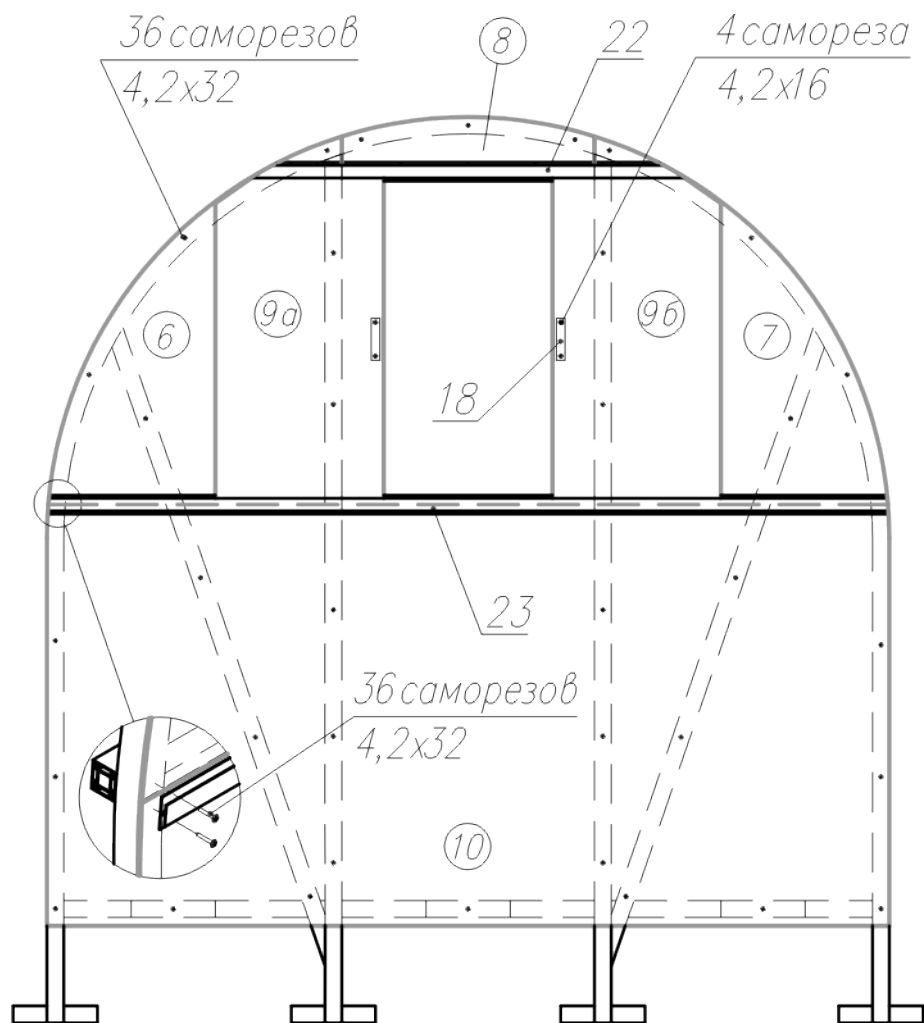

Рис. 22
4.8.1. Закрепите заготовки панелей 6, 7 и 8 на торцевой дуге (рис.22). Срежьте острым ножом по дуге излишки покрытия.